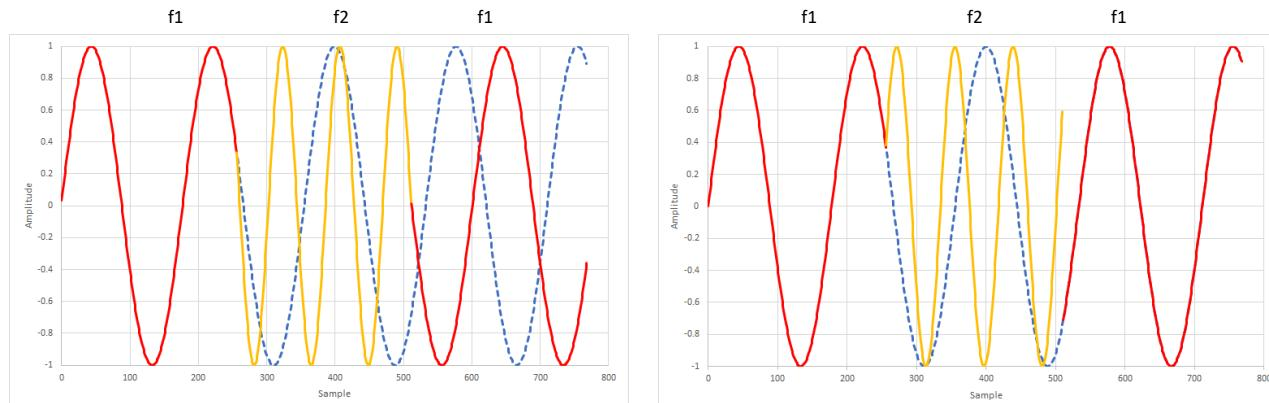

図 8-55. 位相連続 (左) と無限位相コヒーレント (右) NCO 周波数スイッチング
1. 位相連続 NCO:NCO 周波数が変化する際には、図 8-55 (左) に示すように、NCO 位相は新しい周波数に徐々に調整されます。「破線」は、元の f_1 周波数の位相を示しています。
2. 無限位相コヒーレント NCO:位相コヒーレント NCO では、SYSREF を使用して、すべての周波数が 1 つのイベントに同期します。これにより、周波数ホッピングの間で位相コヒーレンシが維持されるため、NCO をリセットする必要なしに、無限回の周波数ホッピングを実現できます。これを 図 8-55 (右) に示します。元の周波数 f_1 に戻ると、NCO 位相は NCO が周波数を一度も変えなかつたかのように見えます。